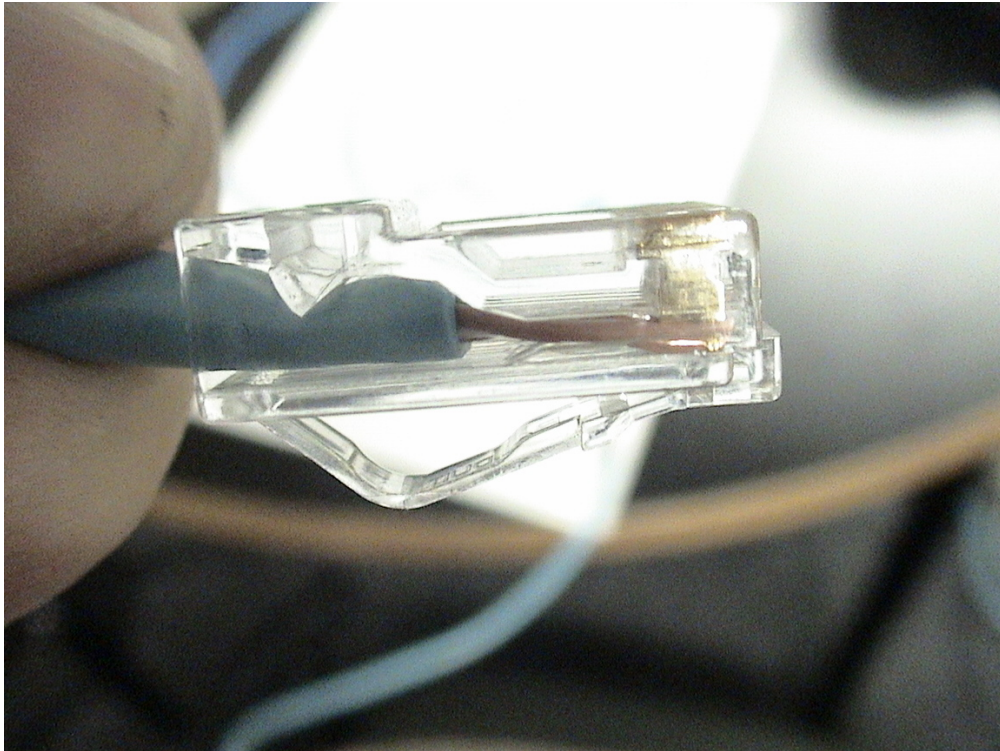

図 3: 皮の袖を噛んでいるか？
- － 横からみて、袖を噛むようになっているか？ (図 3)